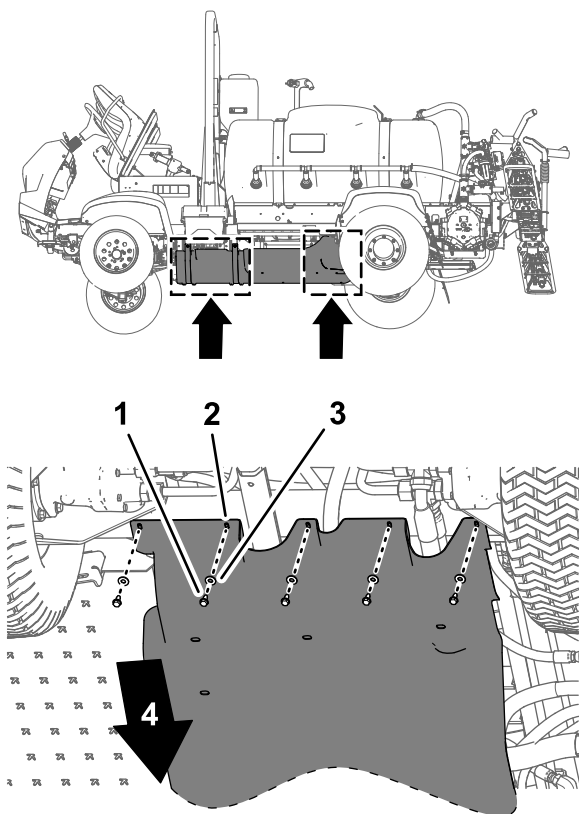
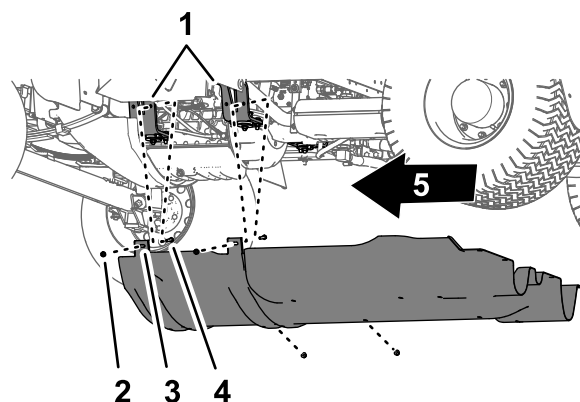

图 59
图 60
1. 拆下将起落架保护罩后部固定至机器底盘上的 5 个凸缘头螺栓 5/16 x 7/8 英寸和 7 个垫圈 5/16 英寸 图 59。
2. 从将起落架保护罩安装凸耳固定至机器发动机安装支架上的螺栓和起落架螺栓拧下 4 个凸缘锁紧螺母 5/16 英寸 图 60。
4. 从机器上拆下底盘保护罩 图 59 和 图 60。
1. 将起落架保护罩与机器的底部机箱对齐请参阅 拆下底盘保护罩 \(页码 41\) 的 图 60。
2. 将起落架保护罩的安装凸耳滑动到机器发动机安装支架上的螺栓和托架螺栓上方请参阅 拆下底盘保护罩 \(页码 41\) 中的 图 60。
3. 使用在 拆下底盘保护罩 \(页码 41\) 的步骤 2 中卸下的 4 个凸缘锁紧螺母 5/16 英寸将起落架保护罩安装到发动机安装支架上 图 60。
4. 将起落架保护罩后部的孔与机箱上的孔对齐请参阅 拆下底盘保护罩 \(页码 41\) 中的 图 59。
5. 使用在 拆下底盘保护罩 \(页码 41\) 的步骤 1 中卸下的 5 个凸缘头螺栓 5/16 x 7/8 英寸和 5 个垫圈 5/16 英寸将起落架保护罩的后部安装到机箱上 图 59。